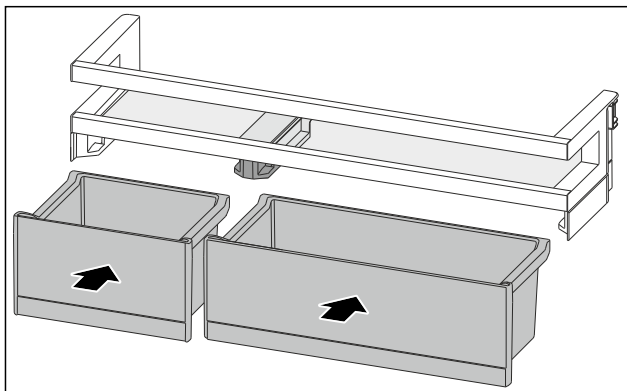

Fig. 82
- ▶ VarioBoxen in getauschter Anordnung einsetzen. (siehe Fig. 82)